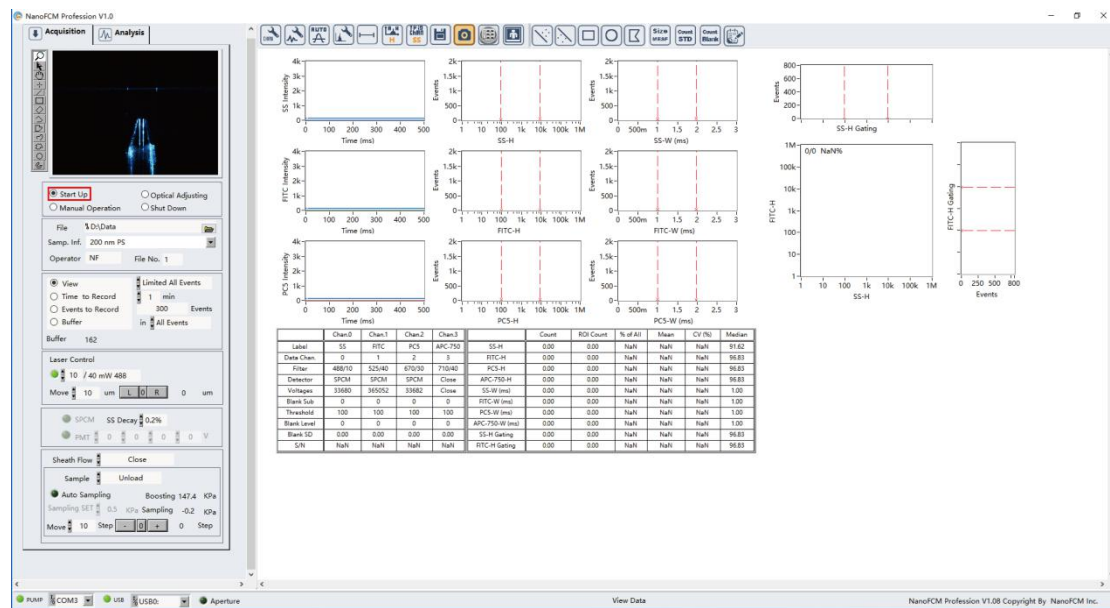

图 2-8 Start Up
1) 硬件启动模式 (Start Up), 如图 2-8 所示。